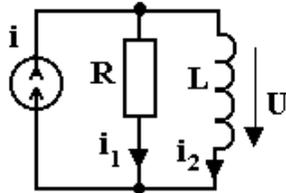

Рис. 13
4. В цепи на рис. 13 напряжение $u = 120\cos 2\pi \cdot 10^3 t$ В, амплитуды токов $I_{m1} = 15$ А, $I_{m2} = 8$ А. Определите амплитуду общего тока I_m , полную проводимость цепи Y и сдвиг фаз между общим напряжением и током $\varphi = \psi_u - \psi_i$.